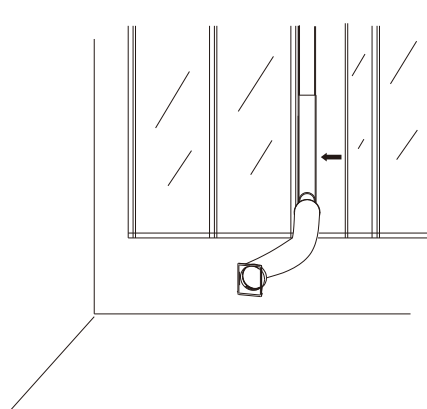

Fig. 7
8. Installer le conduit d'évacuation d'air, kit de fenêtre et leurs accessoires sur la fenêtre, puis fermer la fenêtre selon le sens de la flèche dans le sens de la flèche sur le dessin de la Fig7 pour presser fermement le kit de fenêtre.